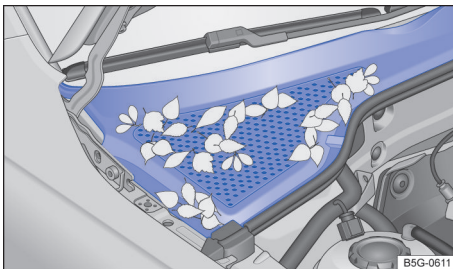

图 155 发动机舱和风窗玻璃之间：排水槽（示意图）
用吸尘器或手工清除树叶或其它散落物→图 155 →①。应由本公司特许经销商进行清洁发动机舱→▲。